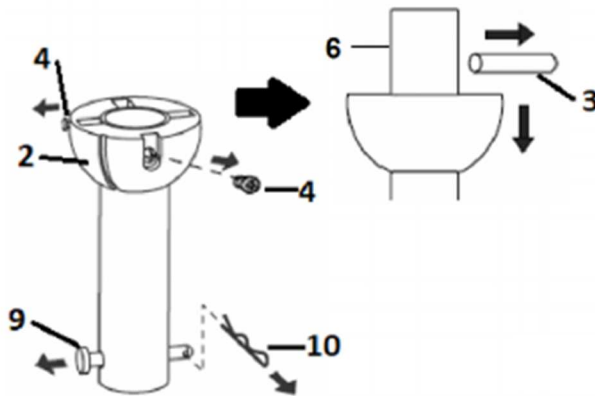

Abbildung 4.1
1. Entferne das Kugelgelenk und den Sicherungstift, indem du die Befestigungsschrauben an der Deckenstange löst (Abbildung 4.1).